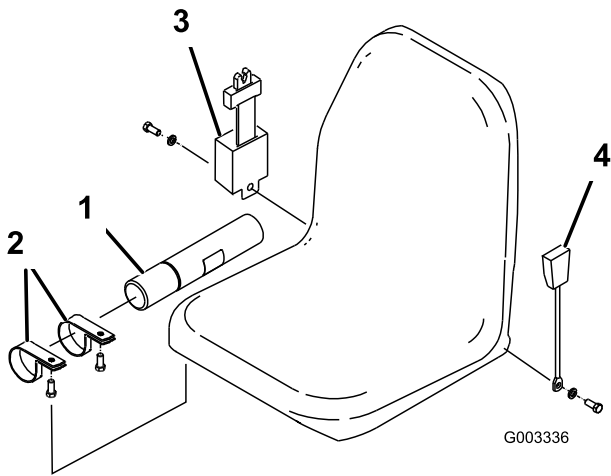

図 3
1. Rクランプ (付属部品 ; 2個) を使用して、マニュアル保管チューブをシート・サスペンションに取り付ける (図 3) 。
2. ボルトとロック・ワッシャ（付属部品）を使用して、運転席両側にシートベルトを取り付ける（図 3）。シートベルトは、バックル側を座席の左に、巻き上げ部を右に取り付ける。